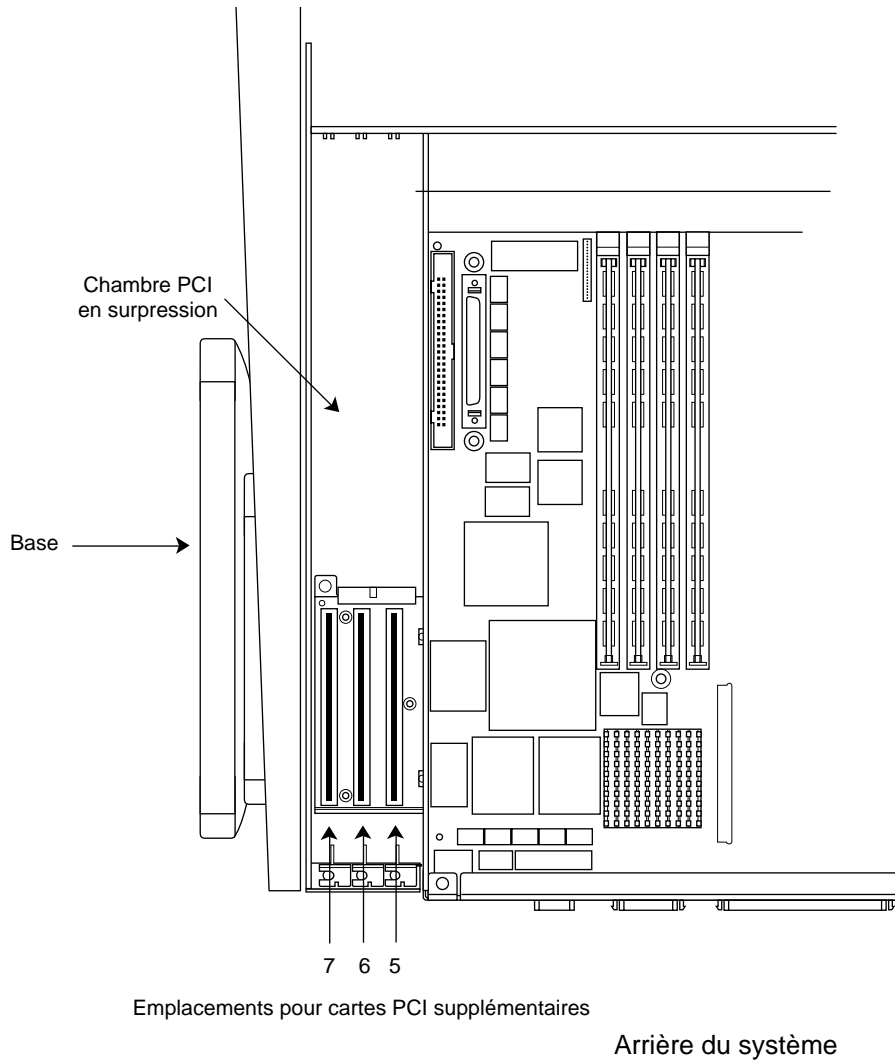

Figure 6-2 Localisation des emplacements pour carte PCI
5. Repérez un emplacement pour carte PCI disponible (voir Figure 6-2).